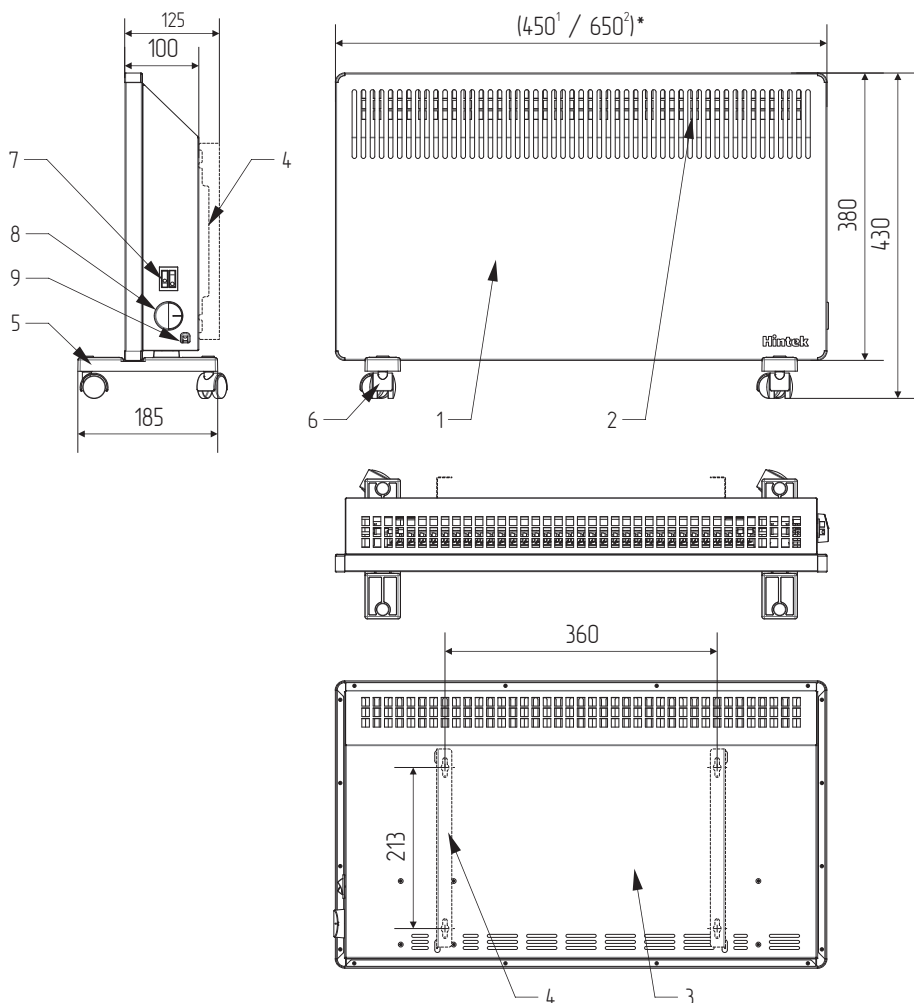

Рисунок 3.
6.3. Для настенного монтажа конвектора следует с помощью уровня и рулетки (линейки) разметить на стене отверстия. Межцентровое расстояние посадочных отверстий указано на чертеже (см. рис. 3).
ОБРАТИТЕ ВНИМАНИЕ на правильное расположение кронштейнов (см. рис. 3, 5).